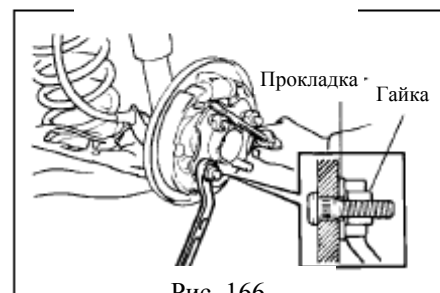

Рис. 166
(1) Установите уплотнение и гайку на новый болт ступицы левой оси
(2) С помощью отвертки или подобного предмета удерживайте блок ступицы левой оси, установите болт ступицы левой оси и затяните гайку(рис. 166).